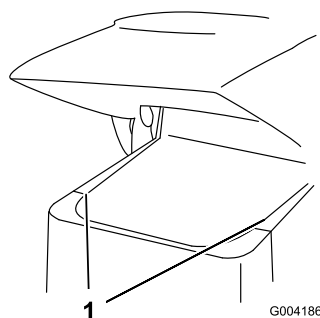

Figura 28
2. Fate scorrere le griglie laterali (Figura 28) verso l'alto e al di fuori delle fessure nella griglia e nel telaio anteriori.